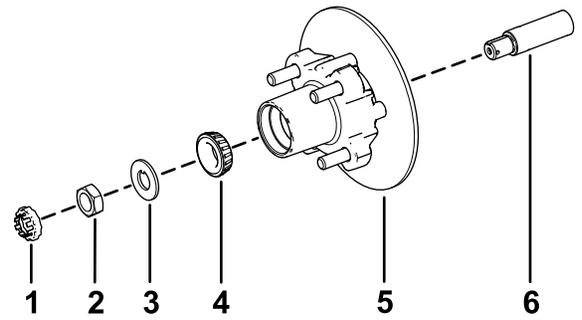

図 33
1. スピンドルに所定のグリスを薄く塗る 図 33。
2. ハブとロータをスピンドルに取り付ける。ロータを内側にする 図 33。
3. スピンドルに外側ベアリングを取り付けてレースにはめる 図 33。
4. スピンドルにタブワッシャを取り付ける 図 33。
5. スピンドルにスピンドルナットを取り付け、ハブを回してベアリングを着座させながらナットを 15 N·m 1.52 kg·m = 11 ft·lb に締めつける 図 33。